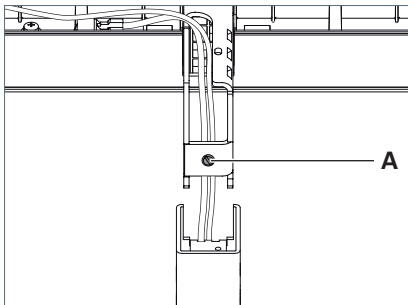

Fig. 14: Leuchtenkopf justieren.
- ▶ Um den Leuchtenkopf etwas anzuheben, drehen Sie die Justierschraube **A** eine Umdrehung gegen den Uhrzeigersinn, siehe Fig. 14.